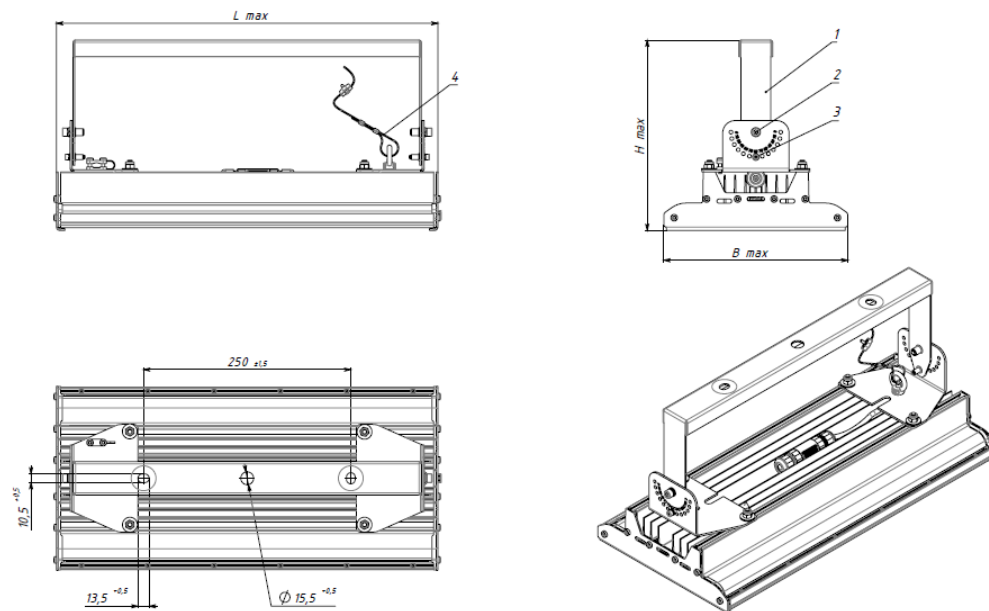
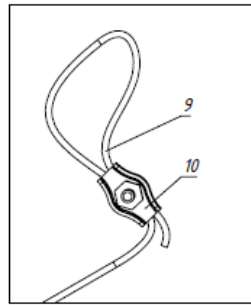

Рисунок 1
Рисунок 6
6.4 Обеспечение защиты от падения. Для исключения возможности падения светильника, в случае не предусмотренных условиями эксплуатации механических нагрузок, в комплект прожектора входит защита от падения. Защита от падения (рис.1 поз.4) должна быть установлена независимо от типа основного крепления прожектора. Защита от падения выполнена в виде троса с зажимом (рис.6). Порядок установки защиты от падения: